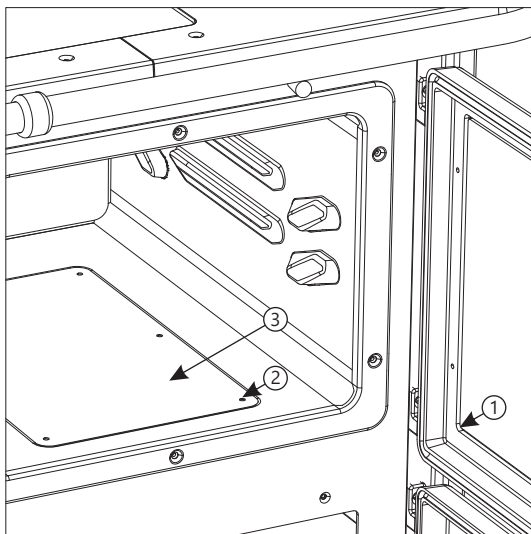

Abbildung 6
Reinigung der Strömungskanäle für die gasförmigen Verbrennungsprodukte unterhalb des Backofens (Abbildung 6) - öffnen Sie die Backofentür (1), lösen Sie die 6 Schrauben (2) am Boden des Backofens und entfernen Sie die Abdeckung des Bodens des Backofens (3). Beseitigen Sie Rußablagerungen vom Boden des Herds und unterhalb des Bodens des Herds. Nach der Reinigung setzen Sie die Abdeckung des Bodens des Backofens in die ursprüngliche Position zurück und befestigen Sie ihn mit Schrauben an den Boden des Backofens.